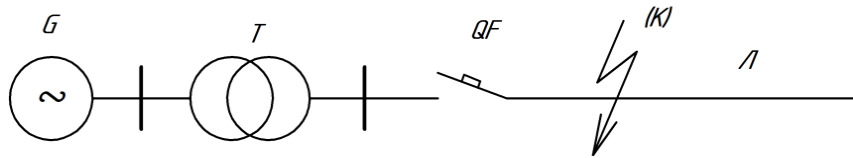
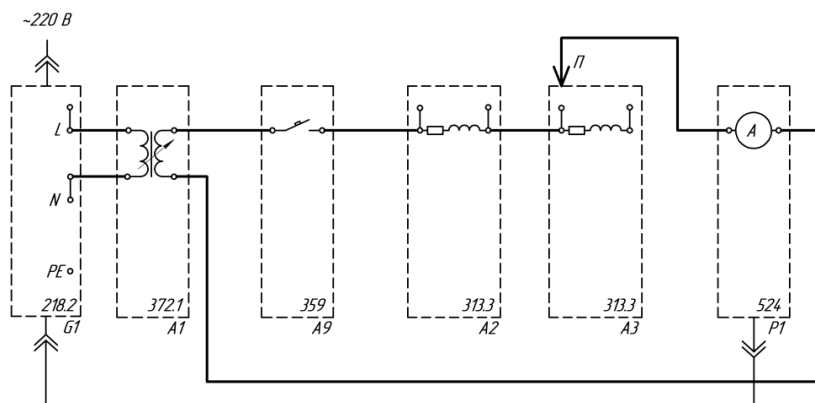

Рис. 1.3. Принципиальная электрическая схема испытания автоматического выключателя
Рис. 1.4. Модель для сборки электрической схемы
2) Собрать электрическую схему согласно модели (рис. 1.4), которая соответствует схеме моделируемой электрической сети (рис. 1.3).